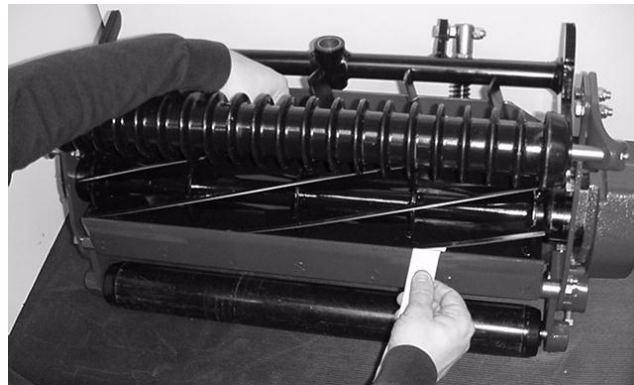

fig. 6
1. Roterar klippenheten bakåt för att få tillgång till cylindern och underkniven (fig. 6).
4. Placera en 25 mm bred bit tidningspapper vinkelrätt mot underkniven, och rotera sedan cylindern långsamt i rörelseriktningen för att se om cylindern skär av pappret. Gör detta i båda ändar av underkniven (fig. 6).